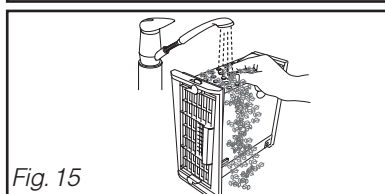

Fig. 15
- Límpielo únicamente con agua en el grifo (Fig. 15).